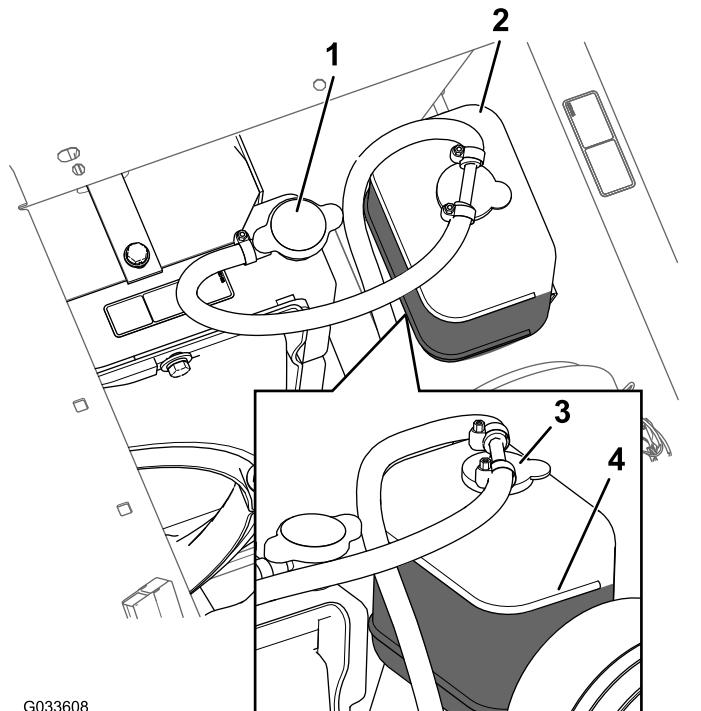

Figura 81
3. Retire cuidadosamente el tapón del radiador y el tapón del depósito de expansión (Figura 81).
Nota: El radiador debe llenarse hasta la parte superior del cuello de llenado, y el depósito de expansión debe llenarse hasta la marca LLENO del depósito (Figura 81).
5. Si el nivel de refrigerante es bajo, retire el tapón del depósito de expansión y el tapón del radiador, y llene el depósito de expansión hasta la marca LLENO y el radiador hasta la parte superior del cuello de llenado (Figura 81).
6. Instale el tapón del radiador y el tapón del depósito de expansión (Figura 81).
2. Cuando el motor se haya enfriado, retire el tapón del radiador (Figura 81).
11. Abra el tapón del depósito de expansión y llene el depósito con refrigerante hasta el nivel de "Frío" (Figura 81).
6. Retire el tapón del radiador (Figura 81).
10. Una vez que el refrigerante se ha calentado, añada más refrigerante hasta que el nivel llegue a la superficie sellante del tapón, y apriete el tapón (Figura 81).